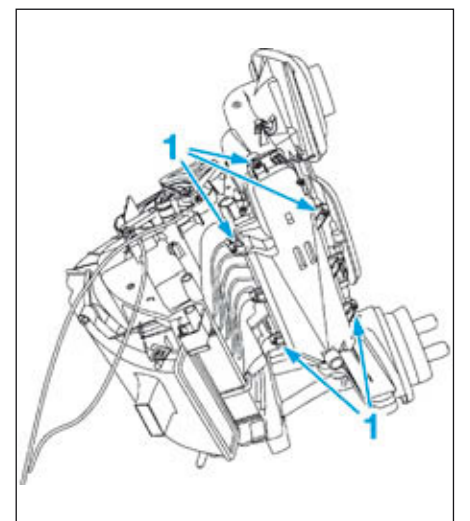

FIG.8
- Déposer les vis (1) du cache en plastique inférieur (Fig.8).